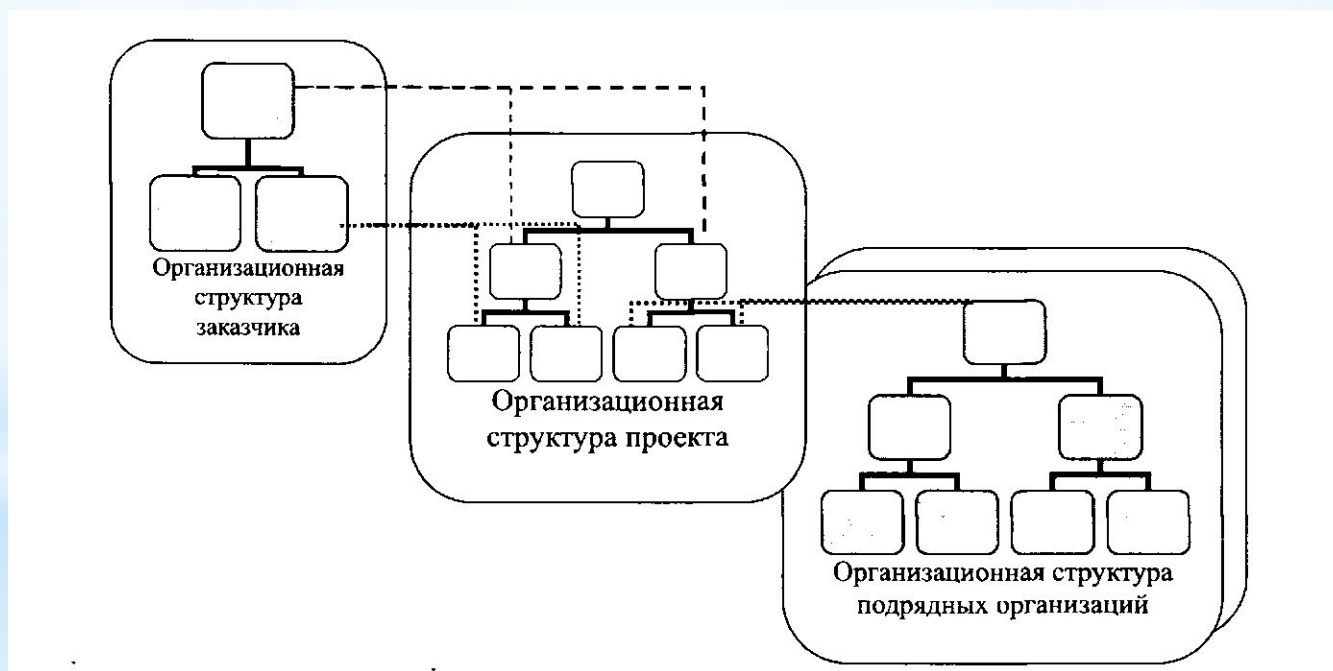

Рис. 8. Схема сложной организационной структуры «Управление проектом — функция заказчика»
- \* управление проектом - функция заказчика (рис. 8),